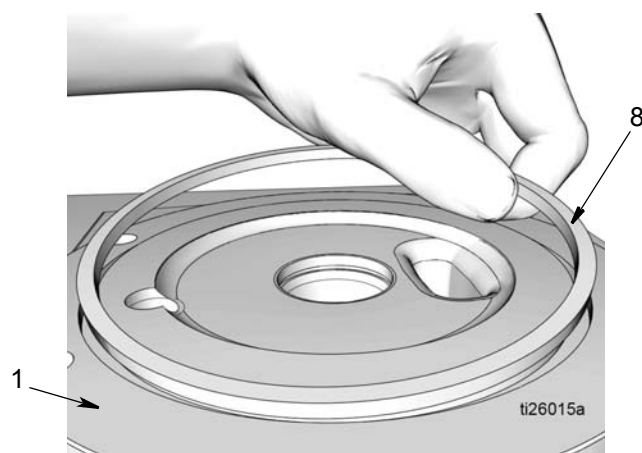

FIG. 29
- Saque la junta tórica cuadrada (8) de la base de la bomba (1) (FIG. 29). Deseche la junta tórica según la normativa para una eliminación adecuada.